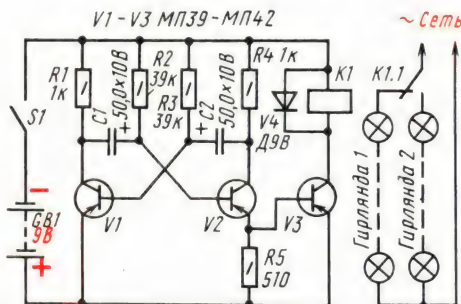

Рис. 271. Электронный переключатель
**Электронный переключатель.** Этот прибор, схема которого показана на рис. 271, можно использовать для коммутации двух елочных гирлянд, питающихся от сети переменного тока. Сам же электронный переключатель можно питать от двух батарей 3336Л, соеди-